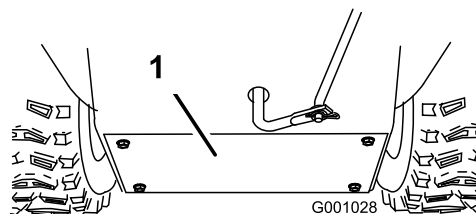

Figure 51
3. Déposez le couvercle arrière (Figure 51).